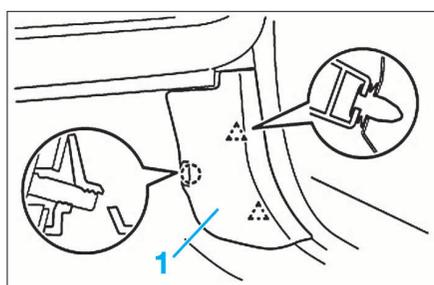

FIG. 112
- Décliper de chaque côté les garnitures (1) (Fig.112).